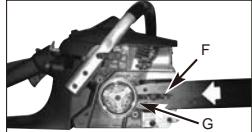

Fig. 3E
4. Pladsér den slidsede ende af sværdet over sværdbolten (F). Skub sværdet bag koblingstromlen (G), indtil det stopper (Fig. 3E).